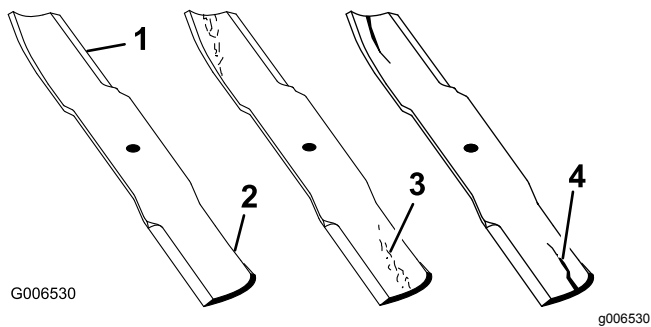

Рисунок 47
1. Осмотрите режущие кромки (Рисунок 47). Если кромки затупились, или на них имеются зазубрины, снимите и заточите ножи. См. раздел Заточка ножей (страница 44)
- Проверьте ножи, особенно изогнутую часть (Рисунок 47). При обнаружении каких-либо трещин, износа или образования бороздки в этой части (поз. 3. и Рисунок 47) немедленно замените нож.
- с конца области загиба (Рисунок 47). Повторяйте эту процедуру до тех пор, пока нож не будет сбалансирован.